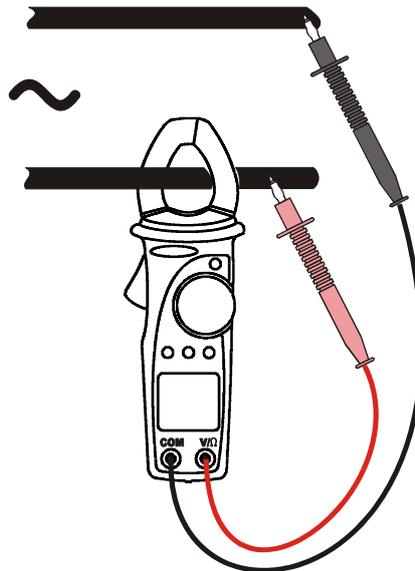

Abb. 12: Leistungs- und Energiemessung in 1 phasigen Systemen
- Öffnen Sie die Zangenbacken und umschließen Sie damit einen einzelnen Leiter. Achten Sie dabei auf die Ausrichtungsmarkierungen auf den Zangenbacken. (siehe Abschnitt 4.1.2 und Abb. 12).
- Verbinden Sie die Prüfspitzen mit dem gewünschten Messobjekt (s. Abb. 12). Der gemessene Leistungsfaktor und das Symbol **AC** werden auf dem Display angezeigt.
2. Öffnen Sie die Zangenbacken und umschließen Sie damit einen einzelnen Leiter. Achten Sie dabei auf die Ausrichtungsmarkierungen auf den Zangenbacken. (siehe Abschnitt 4.1.2 und Abb. 12).
4. Verbinden Sie die Prüfspitzen mit dem gewünschten Messobjekt (s. Abb. 12). Der gemessene Leistungswert und das Symbol **AC** werden auf dem Display angezeigt.